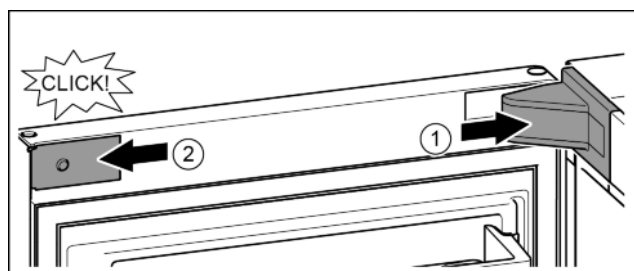

Fig. 23
- ▶ Крышку опорного кронштейна установить и зафиксировать, при необходимости, осторожно разжать. Fig. 23 (1)
- ▶ Установить сбоку накладку и зафиксировать. Fig. 23 (2)